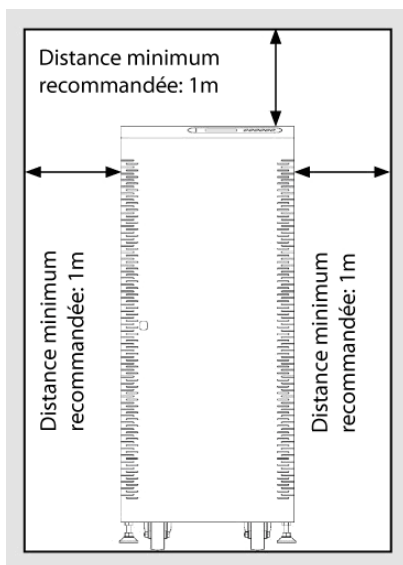

Fig.12. Positionnement idéal de l'onduleur - vue de face
- Les consignes de sécurité indiquent qu'un dégagement de 25 cm doit être prévu autour de l'appareil pour permettre une bonne ventilation. Cependant, un supplément de 75 cm est recommandé afin de faciliter les tâches de maintenance ou d'assistance technique dans le cas d'une panne (voir fig. 12 et 13)
- L'onduleur comporte deux dispositifs de mise à niveau (PB), situés près des roulettes avant, qui immobilisent l'appareil une fois qu'il est en place.
- Ouvrez la porte avant (PF) de l'armoire et procédez comme suit :
- Baissez le pied (PB) à la main en tournant dans le sens contraire des aiguilles d'une montre jusqu'à ce qu'il touche le sol, puis, à l'aide d'une clé continuez de desserrer jusqu'à ce que les roulettes se trouvent à un maximum de 0,5 cm au-dessus du sol, assurant une mise à niveau.
- Fermez ensuite la porte (PF).